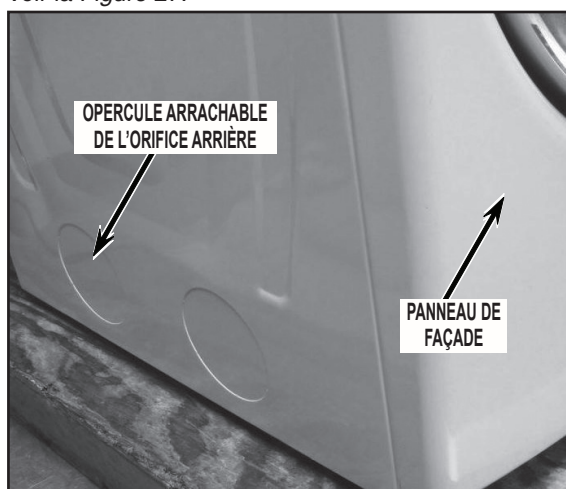

FIGURE 27
1. Faisant face à l'appareil, examiner la partie inférieure du panneau latéral de gauche. S'il y a deux orifices de sortie obturés par un opercule arrachable, **ARRACHER UNIQUEMENT L'OPERCULE ARRACHABLE DE L'ORIFICE ARRIÈRE.** Voir la *Figure 27*.